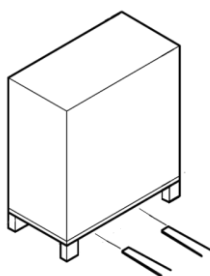

Рис. 26: Транспортировка при помощи вилочного автопогрузчика
1. Подведите вилочный захват автопогрузчика, как показано на Рис. 26.